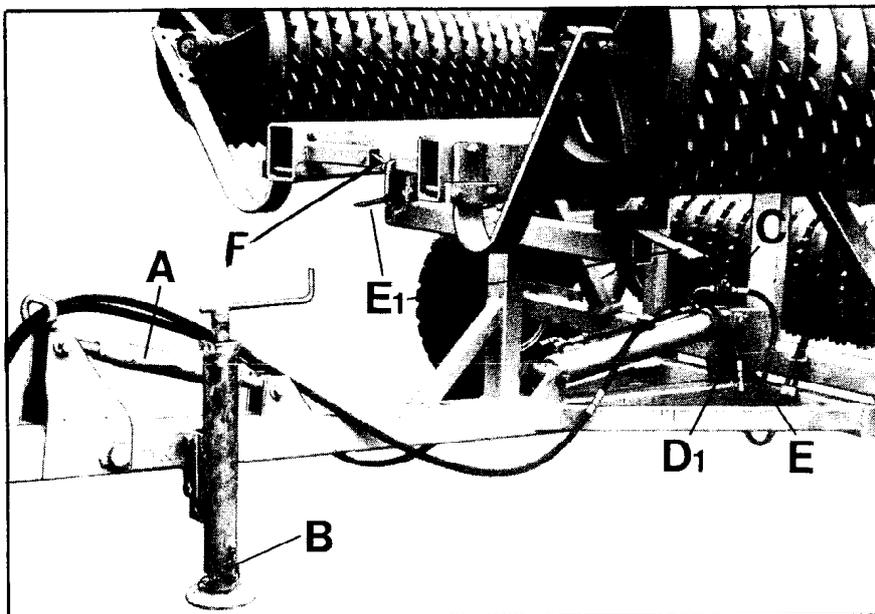
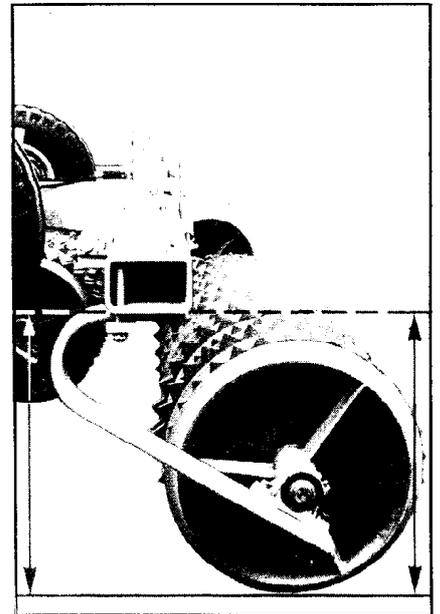

Fig. 3
Fig. 4
Avec la béquille ou la manivelle (A, fig. 3) régler la hauteur d'attelage correspondante. Après l'attelage, régler la manivelle (A) de telle façon que le bâti soit parallèle au sol (voir fig. 4).
Relever la béquille (position relevée au transport et au travail); placer le poignée B (fig. 3) entre les doigts de maintien - en tant que sécurité de rotation.
Basculer la butée (pour le relevage partiel); vers l'avant - voir **D1** (fig. 3 + 6).
Important: Régler la vis de butée **E** de telle façon que les éléments latéraux avec la roulette, viennent rencontrer les plats **E1** au repliage (fig. 3)
Mettre la chaîne de sécurité **F** (fig. 3).
Enlever la sécurité de transport - chaîne **F** (fig. 3).
Régler les profilés tubulaires du bâti parallèlement au sol (dans le sens d'avancement, voir fig. 4) - avec manivelle **A** (fig. 3).
replié - fixer la chaîne de sécurité (F, fig. 3).